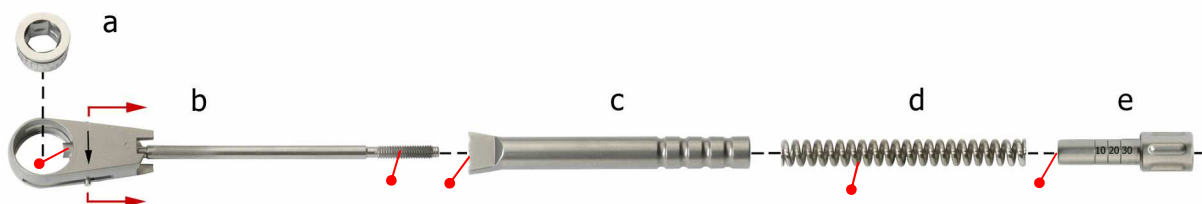

Abb. 6
1. Durch ziehen an den beiden Pinenden (rote Pfeile) in Richtung Ratschengriff wird das Ratschenrad (Abb. 6-a) aus dem Ratschenkopf (Abb. 6-b), entfernt.
2. Einstellschraube (Abb. 6-e) komplett vom Ratschengriff (Abb. 6-c) abschrauben.
3. Ratschengriff (Abb. 6-c) vom Ratschenkopf (Abb. 6-b) abziehen und die Feder (Abb. 6-d) entnehmen.
2. Ratschengriff (Abb. 6-c) über die Gewindestange auf den Ratschenkopf (Abb. 6-b) stecken.
3. Feder (Abb. 6-d) in den Ratschengriff (Abb. 6-c) einschieben.
4. Einstellschraube (Abb. 6-e) soweit in den Ratschengriff (Abb. 6-c) eindrehen bis der Widerstand der Feder spürbar wird.
5. Durch ziehen an den beiden Pinenden (rote Pfeile) in Richtung Ratschengriff wird das Ratschenrad (Abb. 6-a) in den Ratschenkopf (Abb. 6-b), eingesetzt.